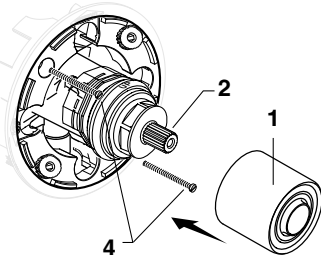

Figura 1a.
- Figura 1a. Empuje la TAPA (1) por encima del CARTUCHO DE LA VÁLVULA (2) hasta que esté apoyada contra el dispositivo de retención.